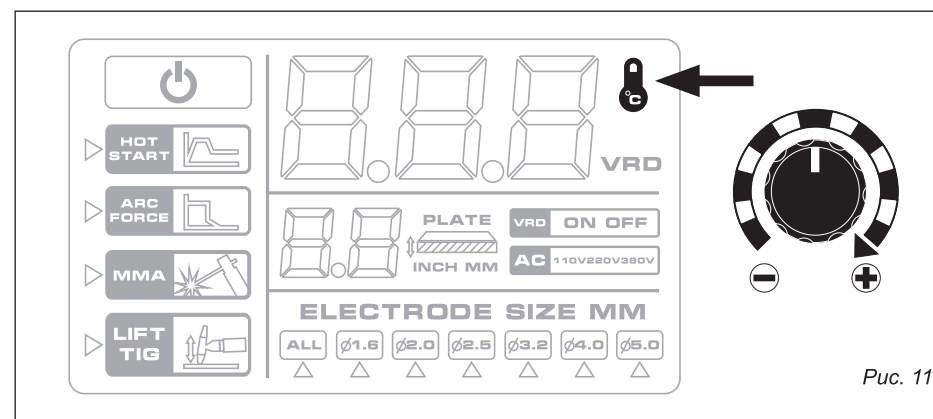

Рис. 11
- Убедитесь, что не горит красный индикатор, сигнализирующий о срабатывании защиты, в случае короткого замыкания, несоответствия напряжения питания или перегрева (рис. 11).